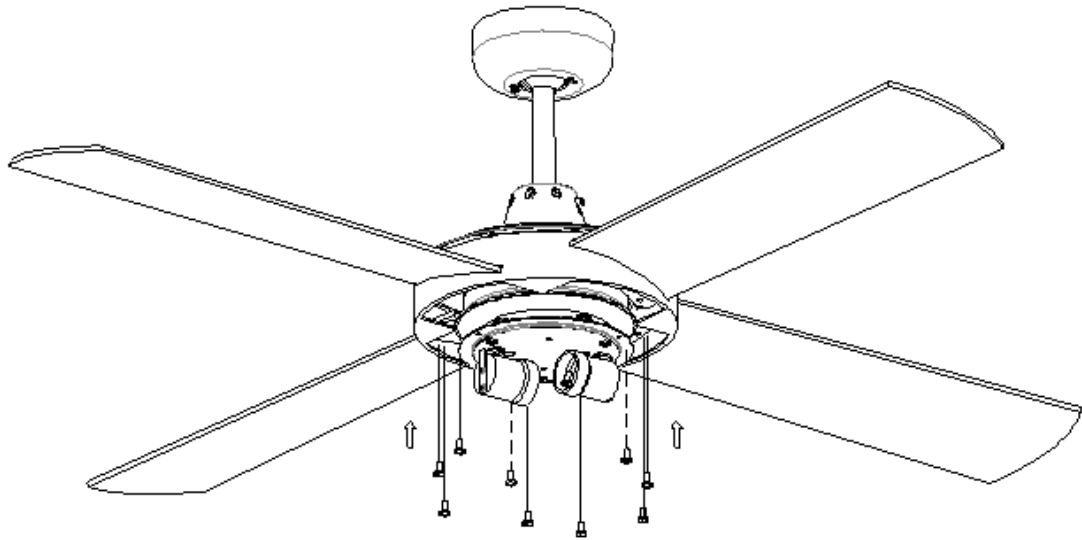

Abb. 6
5. Fixieren Sie die Flügelblätter mit 3 Flügelblätterschrauben. Achten Sie dabei darauf, dass die 3 Flügelblätterschrauben gleichzeitig angezogen werden, bevor sie fest eingedreht werden. Überdrehen sie die Schrauben nicht, da die Flügelblätter dadurch beschädigt werden können. Wiederholen Sie den Vorgang für alle Flügelblätter. Abb. 6